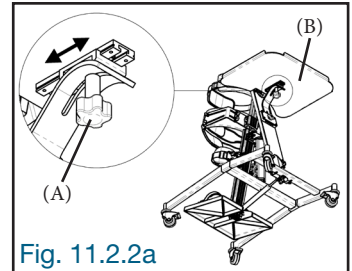

Fig. 11.2.2a
Desserrer légèrement le bouton de blocage (A) sous la table et glisser la table (B) vers l'avant ou l'arrière. À la position désirée, resserrer fermement le bouton de blocage (A) afin de fixer la table en place (Fig. 11.2.2a).